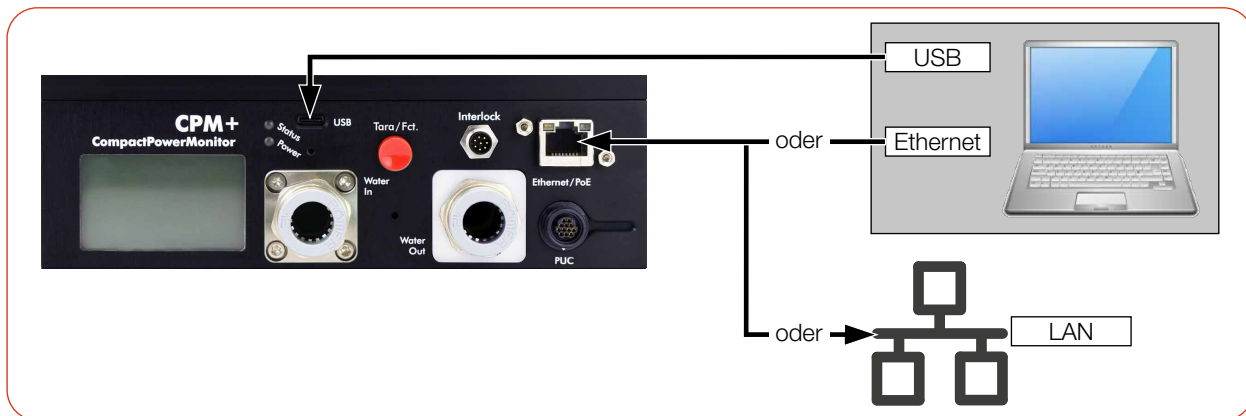

Abb. 7.4: Spannungsversorgung über USB, Datenübertragung über Ethernet
► Schließen Sie die Kabel gemäß der Abb. 7.4 auf Seite 28 an.